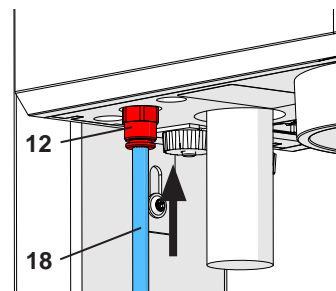

Fig. 5-a
! En equipos anteriores, el filtro de entrada (13) viene montado fuera del propio equipo (Fig. 5-b). En estos casos, introducir la manguera de aire comprimido (18) en el filtro de entrada (13). Para ello hay que salvar una ligera resistencia.